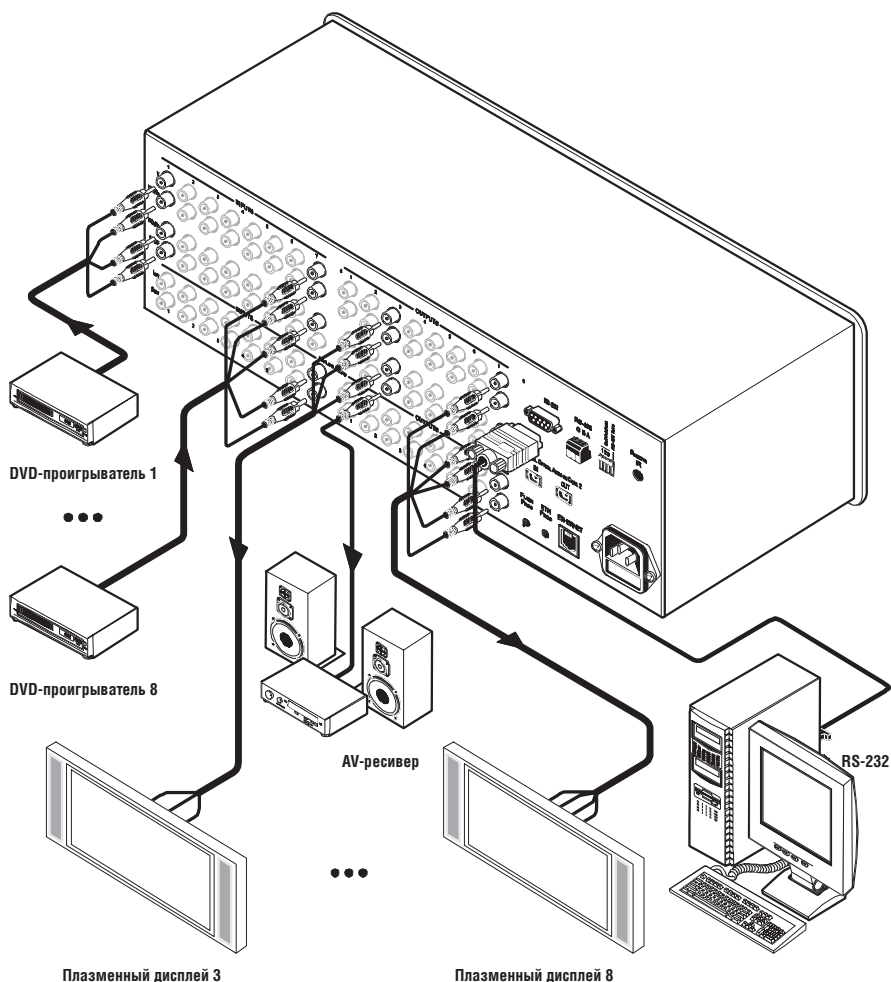

Рис. 4. Подсоединение матричного коммутатора для домашнего кинотеатра VS-88HC 8x8
Чтобы подсоединить **VS-88HC** в соответствии с примером, показанным на рис. 4, действуйте в следующем порядке¹:
5. Подсоедините сетевой шнур⁸ (на рис. 4 не показан).